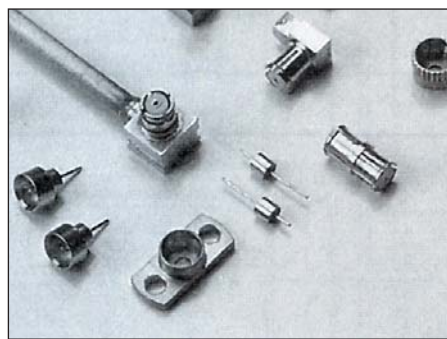
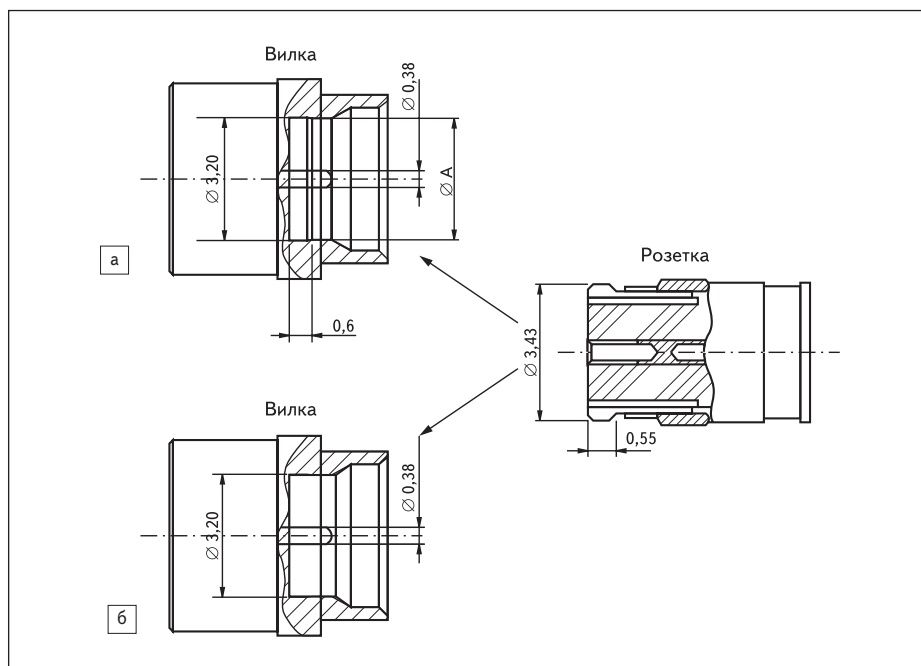

Рис. 2. Внешний вид соединителей SMP
Рис. 1. Конструкция соединителей SMP: а) полное и ограниченное защелкивание; б) скользящее соединение
Конструкция микроминиатюрных соединителей SMP представлена на рис. 1, а их внешний вид показан на рис. 2.
1. Полное защелкивание, или блокировка (full detent, lock-on), используемая в соединителях, работающих в условиях жесткой вибрации (рис. 1а). «Detent» определяется как механизм, который временно сохраняет одну часть в определенном положении относительно другой и может быть реализован при приложении усилия к одной из частей. Для разъединения «вилки» и «розетки» требуется специальный инструмент — экстрактор. Допускается до 100 циклов соединения-разъединения.
Соединители «вилка» для полного и ограниченного защелкивания отличаются лишь диаметром A (рис. 1а): в первом случае $\varnothing A = 2,9^{+0,1}$ мм, во втором — $3,0^{+0,1}$ мм. При меньшем диаметре происходит большее сжатие пружинящей входной части «розетки» и более полное защелкивание.
3. Скользящее соединение (smooth bore, slide-on, blind mate connection), осуществляемое за счет распружинивания выступа «вилки» после ее введения в «розетку» с гладкой (без канавки) внутренней поверхностью (рис. 1б). Типичное применение этого варианта — соединение и рассоединение материнской и дочерней печатных плат. Допустимое количество циклов соединения — более 1000. Многие производители выпускают «вилки», в которых применено также соединение catcher's mitt — разновидность скользящего соединения. Главное его отличие — наличие достаточно широкой заходной фаски под углом 45° . Благодаря этому еще больше облегчается соединение «вилки» и «розетки» в случае их несоосности в момент стыковки.